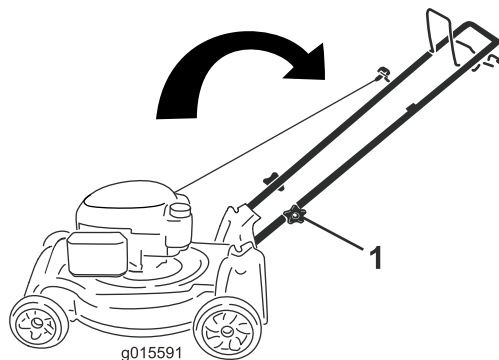

Figura 4
1. Manopola della stegola (2)
2. Spostate la stegola in posizione di guida (Figura 4).